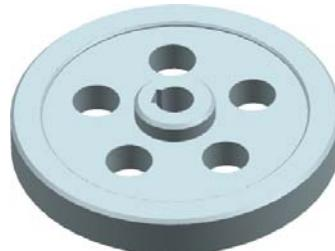

图 3.2.3 实例模型
说明：实例模型如图 3.2.3 所示，该模型全部由曲面片体构成。
Step2. 进入运动仿真模块。选择 → 运动仿真 (M)... 命令，进入运动仿真模块。
(1) 选择命令。选择下拉菜单**插入(S)** → **链接(L)…**命令，系统弹出“连杆”对话框。
(2) 定义连杆参考。在图形区中框选图3.2.3中所有的曲面为连杆参考。
(3) 定义质量属性选项。在**质量属性选项**下拉列表中选择**用户定义**选项。
(4) 定义质心。在**质量和惯性**区域中单击**\*质心**按钮，然后单击“点对话框”按钮 $\text{+}$ ，在“点”对话框的**类型**下拉列表中选择**自动判断的点**选项，在**输出坐标**区域的**参考**下拉列表中选择**WCS**选项，然后在**xc**文本框中输入值0，在**yc**文本框中输入值18，在**zc**文本框中输入值0，单击**确定**按钮，完成质心的定义。
(5) 定义惯性参数的参考坐标系。在**质量和惯性**区域中单击**\*惯性的CSYS**按钮，然后单击**“CSYS对话框”**按钮 $\text{CSYS}$ ，在“CSYS”对话框的**类型**下拉列表中选择**动态**选项，在**参考CSYS**区域的**参考**下拉列表中选择**WCS**选项，然后单击“操控器”按钮 $\text{+}$ ，在“点”对话框的**类型**下拉列表中选择**自动判断的点**选项，在**输出坐标**区域的**参考**下拉列表中选择**WCS**选项，然后在**xc**文本框中输入值0，在**yc**文本框中输入值18，在**zc**文本框中输入值0，单击两次**确定**按钮，完成惯性参数参考坐标系的定义。
(6) 定义质量。在**质量**文本框中输入值16。